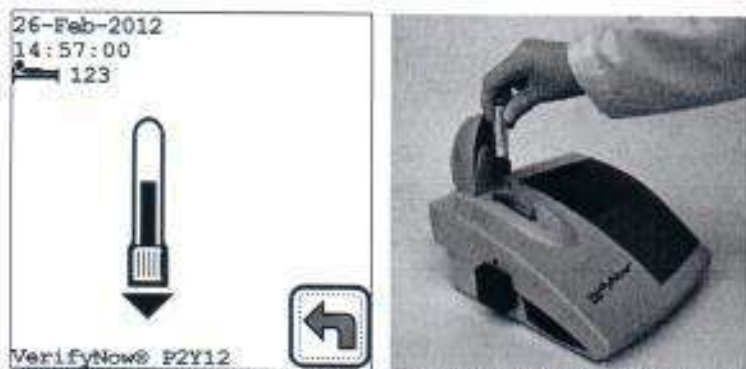

Figura 4-25 Insertar el tubo
Si el control reconstituido no se utiliza inmediatamente, invierta suavemente el tubo cinco veces para mezclar los reactivos nuevamente justo antes del uso (Figura 4-25).
13. Espere a que se muestre la imagen de Insertar el Tubo, luego inserte la muestra de WQC en el pocillo de muestra del dispositivo de prueba con el tope de goma de cara hacia abajo, para que la aguja atraviese completamente the st el tope (Figura 4-25). El instrumento emitirá dos pitidos audibles cuando el tubo esté completamente insertado.